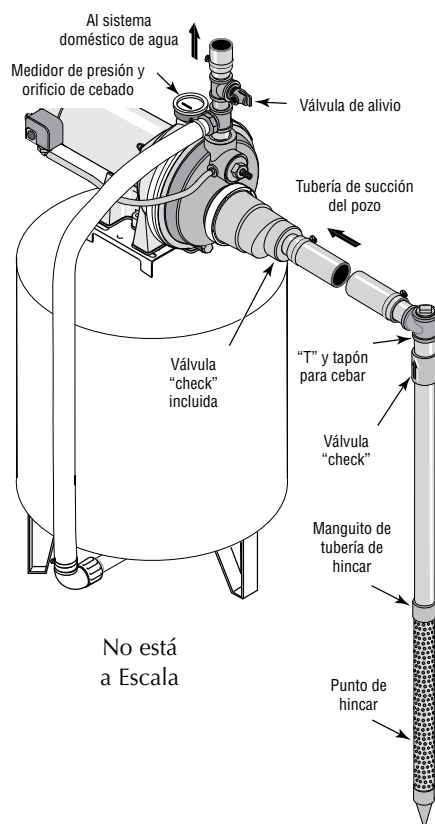

Figura 5: Instalación del Punto de Hincado
Instalación del punto de pozo (Figura 5)
5. Utilice el menor número de conexiones posible (especialmente codos) al conectar la tubería desde el punto del pozo al orificio de succión de la bomba. La tubería de succión debe ser por lo menos del mismo tamaño que el orificio de succión en la bomba (incluya una válvula "check" - Vea la Figura 5). Soporte la tubería para que no haya inclinaciones verticales o hundimientos en ella a fin de que no ejerza tensión sobre el cuerpo de la bomba y con el propósito de que no se incline ligeramente hacia arriba desde el pozo hacia la bomba (los puntos altos pueden ocasionar que se formen bolsas de aire que pueden bloquear la bomba). Utilice cinta sellante de PTFE para roscas de tubería o un compuesto a base de PTFE especial para juntas de tuberías den las juntas roscadas de la tubería o compuesto para unir tuberías autorizado para utilizarse en PVC. Las juntas deben ser a prueba de agua y estar herméticamente cerradas. Si la tubería de succión pudiera succionar aire, la bomba no podría sacar agua del pozo. Si un punto de pozo no proporciona suficiente agua, considere la posibilidad de conectar dos o tres puntos de pozo a una tubería de succión.